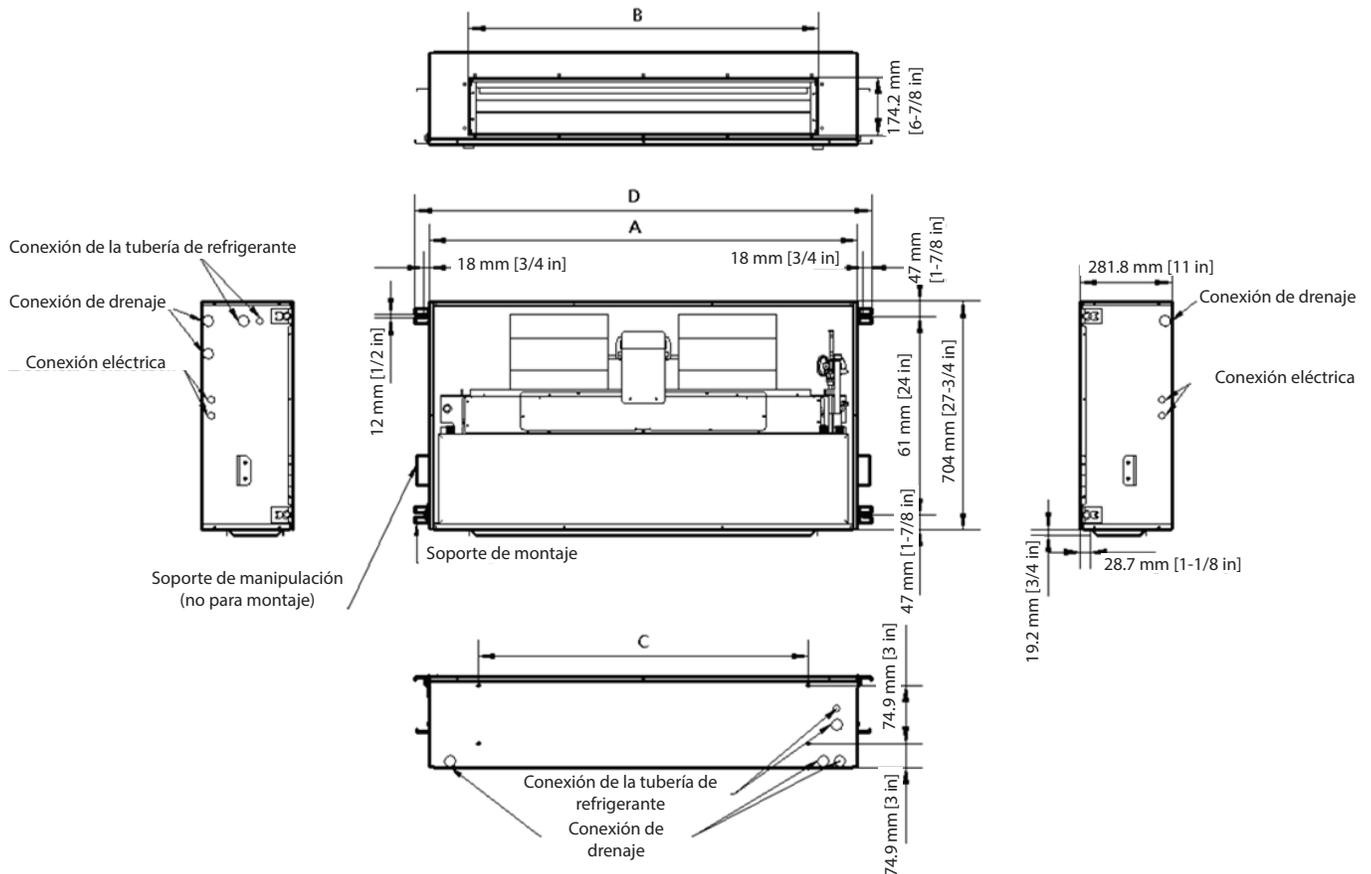
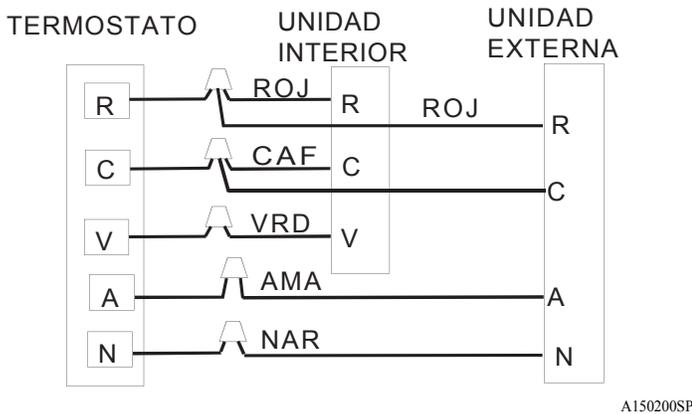
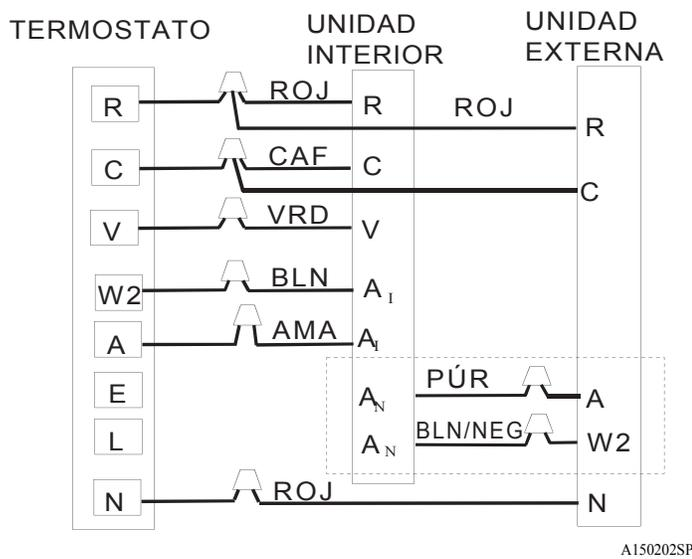

Fig. 1 – Plano de las dimensiones
Fig. 3 – Disposición del cableado, unidad de bomba de calor (Enfriamiento y calefacción de 1 etapa)
Fig. 4 – Disposición del cableado, unidad de bomba de calor (Enfriamiento y calefacción de 12 etapas)
Se debe filtrar todo el aire de retorno. El ventilador se puede instalar con un conducto de retorno de aire, siempre y cuando se cumplan las restricciones de flujo de aire publicadas en los datos del producto o en una aplicación de retorno libre. Cuando se instala como un retorno con conducto trasero, se debe fabricar e instalar en terreno una cubierta aislada para la abertura de la carcasa inferior. Consulte la Fig. 1, dimensión C para ver el ancho de la abertura correspondiente al retorno con conducto. Cuando se instala como retorno de aire libre, se debe utilizar un panel con rejilla si el área en la que está instalada el ventilador no está sellada (consulte Datos del producto para ver el kit de panel con rejilla). Los filtros de aire deben colocarse en las aberturas de aire de retorno hacia la ubicación del ventilador. Consulte la hoja de Datos del producto para obtener una lista de kits de paneles de acceso con rejilla.
Consulte la Fig. 3 y la Fig. 4 para obtener información sobre el cableado de bajo voltaje en terreno. Consulte la Fig. 1 para ver la ubicación de las entradas eléctricas. Para obtener la máxima ampacidad y protección contra sobrecorrientes, consulte la placa de características de la unidad o la hoja de datos del producto.
4. Conecte los cables de bajo voltaje al termostato y a la unidad exterior. Consulte la Fig. 1, Fig. 3 y Fig. 4, así como la etiqueta de cableado de la unidad exterior.
5. Realice la conexión de acuerdo con la Fig. 3 cuando NO se utilice calor eléctrico con una bomba de calor.
6. Realice la conexión de acuerdo con la Fig. 4 cuando se utilice calor eléctrico con una bomba de calor.